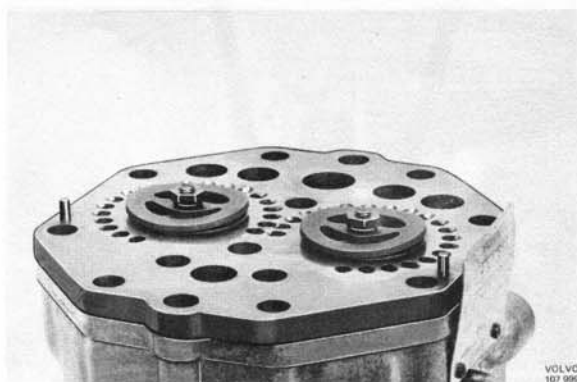

Abb. 56 Einbau der Ventilplatte
7. Kurbelgehäuse mit einer neuen Dichtung versehen und die Ventilplatte auflegen. Die Ventilplatte ist so zu wenden, daß die Befestigungsmuttern für die Blattfederventile oben liegen (Abb. 56).